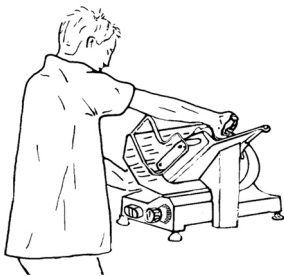
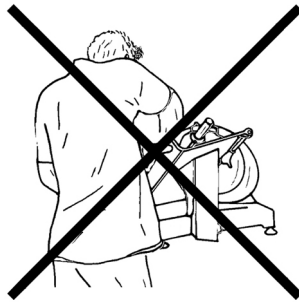

FIG. nr. 1a – Juiste positie
FIG. nr. 1b – Slechte positie
- om ongelukken te voorkomen moet de persoon die snijdt correct en recht voor de machine staan: plaats de rechterhand op de vleesaandrukker, en daarna de linkerhand naast de deflector (**raak het mes niet aan**); het lichaam moet loodrecht op het werkoppervlak staan (zie FIG. nr. 1a). **WAARSCHUWING: besteed veel aandacht aan: er mogen geen onderdelen van uw lichaam in contact komen met het mes** (zie FIG. nr. 1b);